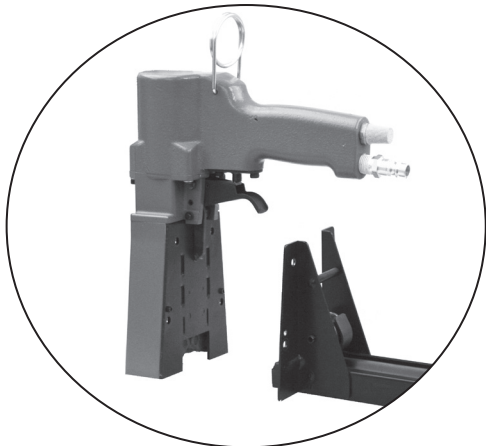

Fig. 10
- Enlever le boîtier arrière et les agrafes coincées (Fig. 10).